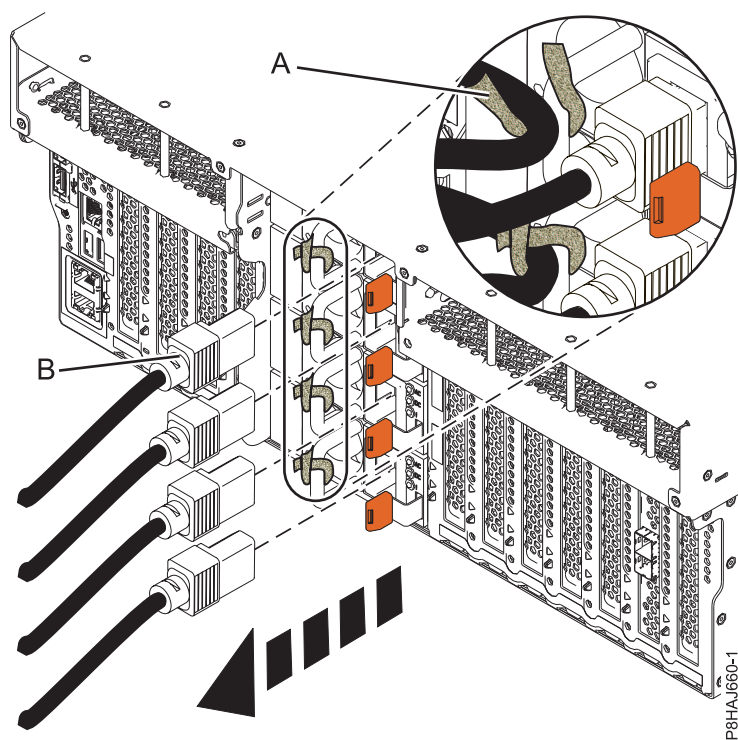
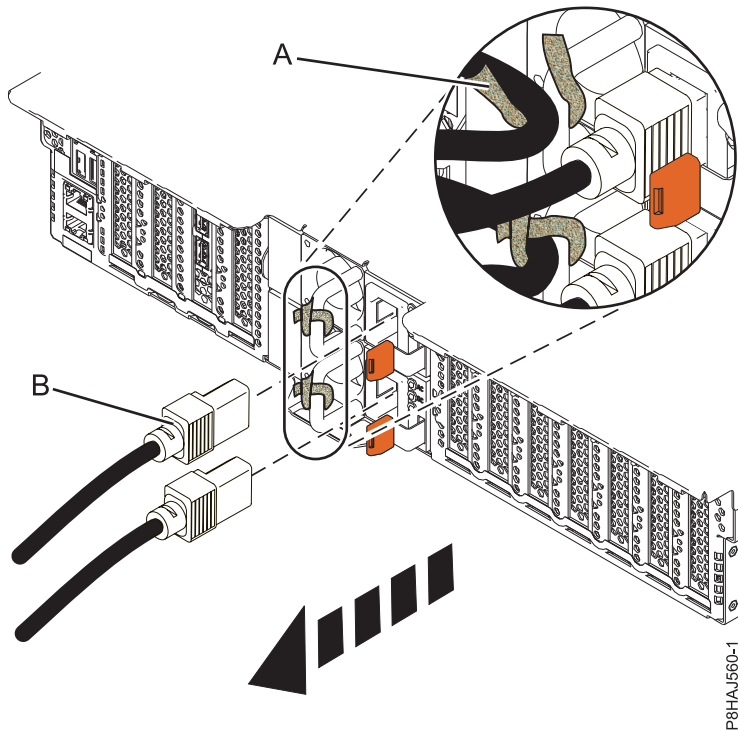
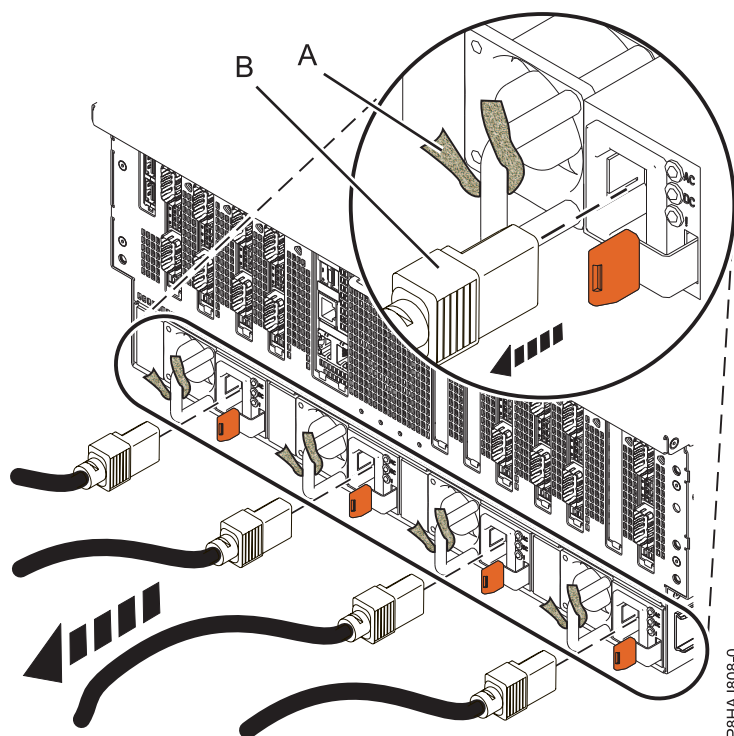

Figura 49. Extracció dels cables d'alimentació d'un sistema 8247-42L, 8286-41A o 8286-42A
Figura 50. Extracció dels cables d'alimentació d'un sistema 5148-21L, 5148-22L, 8247-21L, 8247-22L, 8284-21A, o 8284-22A
Figura 51. Extracció dels cables d'alimentació d'un sistema 8408-44E o 8408-E8E
3. Desconnecteu els cables d'alimentació **(B)** de la unitat del sistema. Consulteu Figura 49 a la pàgina 88, Figura 50 a la pàgina 88 o Figura 51 a la pàgina 89 depenent del tipus de sistema que tingueu.